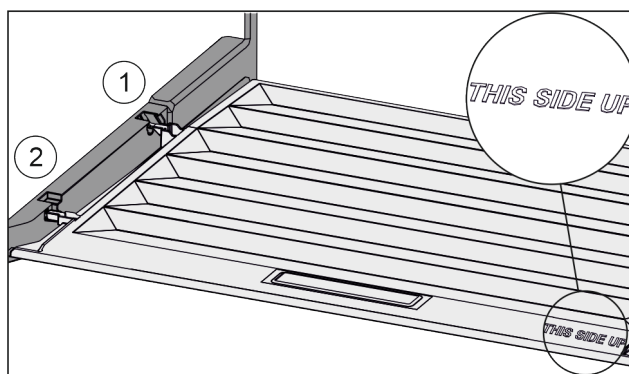

Fig. 74
- Anbring dækslets tappe over åbningen i den bageste holder Fig. 74 (1), og lad dem gå i indgreb i forreste holder Fig. 74 (2).